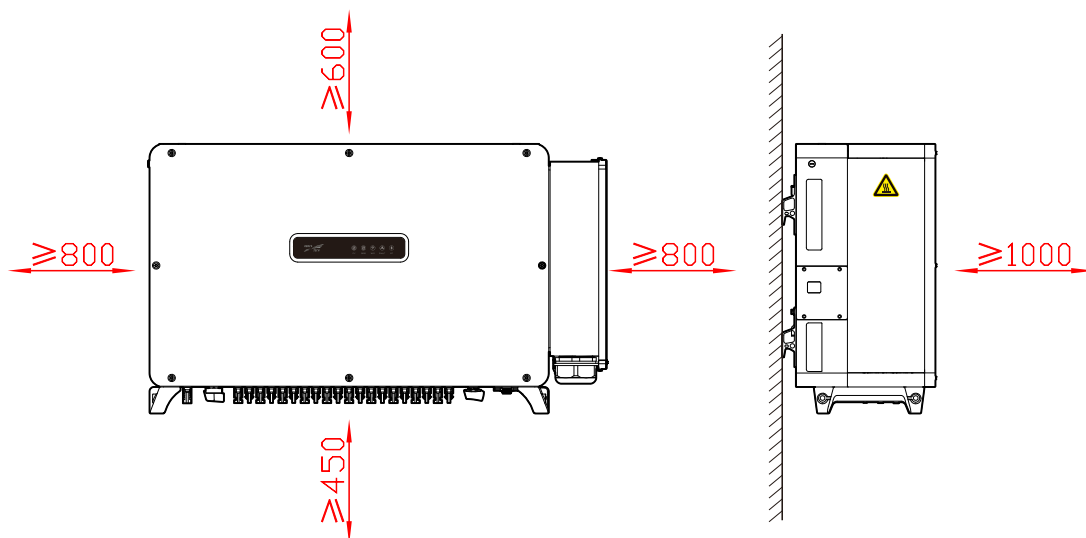

Figura 3-4 Spazio d'installazione (unità di misura: mm)
- Per una buona dispersione del calore e per semplificare la manutenzione, lasciare uno spazio libero di almeno 800 mm tra il lato destro e sinistro dell'inverter e gli altri oggetti, di almeno 600 mm tra la parte superiore dell'inverter e il soffitto e di almeno 450 mm tra la parte inferiore dell'inverter e il terreno, come illustrato nella Figura 3-4.